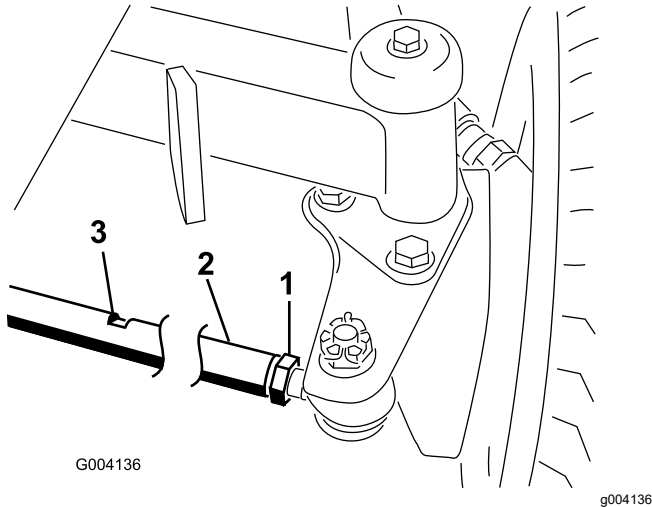

Bild 63
2. Lösen Sie die Klemmmutter an jedem Ende der Spurstange (Bild 63).